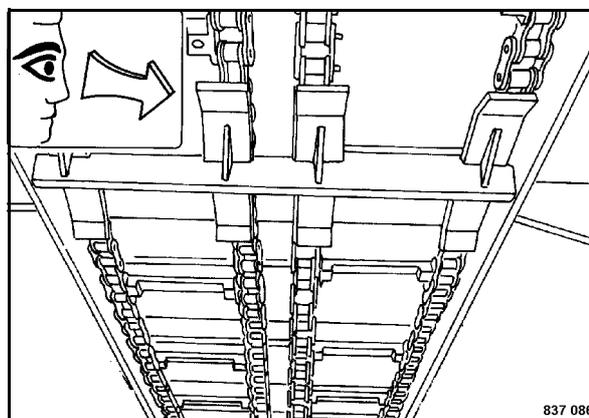
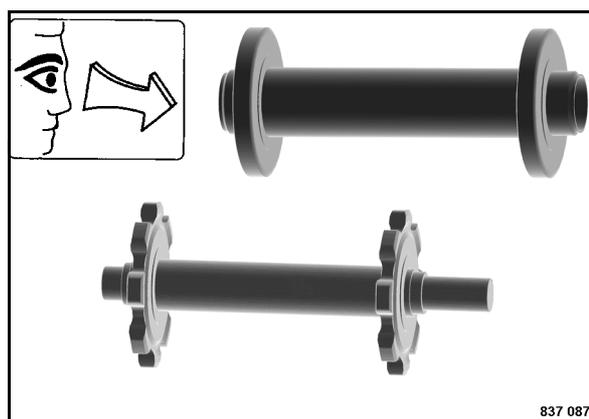

Fig. 189
Fig. 190
- Controllare le condizioni delle maglie (Fig. 189) e della guida.
- Controllare le condizioni dei rocchetti (Fig. 190) (Fig. 189).